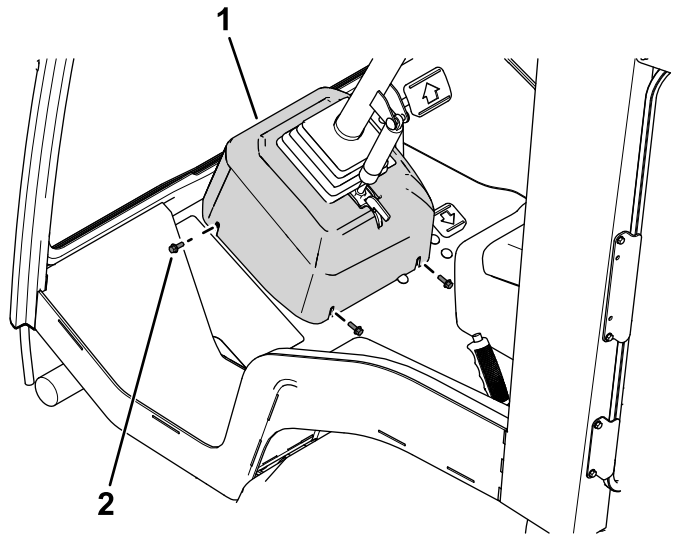

Рисунок 1
1. Снимите крепежные детали и поднимите крышку рулевого управления вверх, чтобы она не мешала выполнению действий (Рисунок 1).